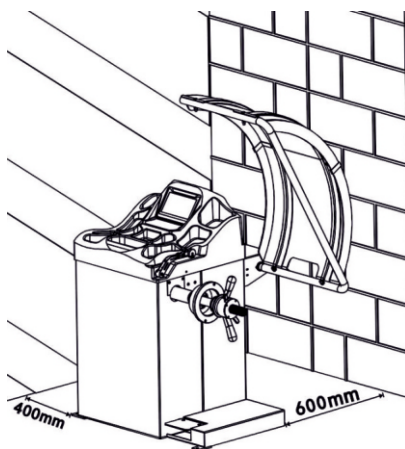

Рис. 9
4.5.2 Установите станок на ровную жесткую поверхность, так, чтобы все опоры касались основания. Для достаточной вентиляции, удобства эксплуатации и обслуживания рекомендуется выдержать расстояния от стен согласно рис.9